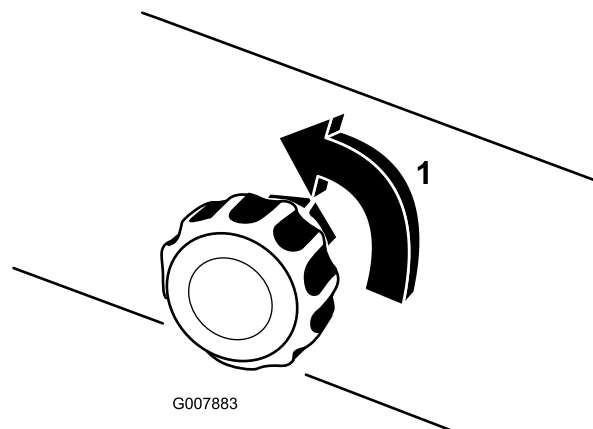

図 19
5. 使い始めは、泡密度調整バルブを左に 1/8-1/4 回転開いた状態とする（図 19）。